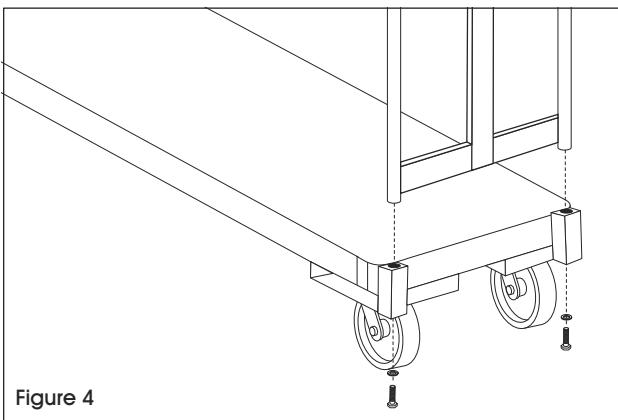

Figure 4
4. Retournez la plateforme sur ses roulettes et insérez la poignée dans les trous prévus à cet effet. Le support vertical sur la poignée doit faire face à l'extérieur du chariot. Fixez les poignées dans les trous en insérant les longs boulons à tête hexagonale et les petites rondelles par dessous les trous. (Voir Figure 4)